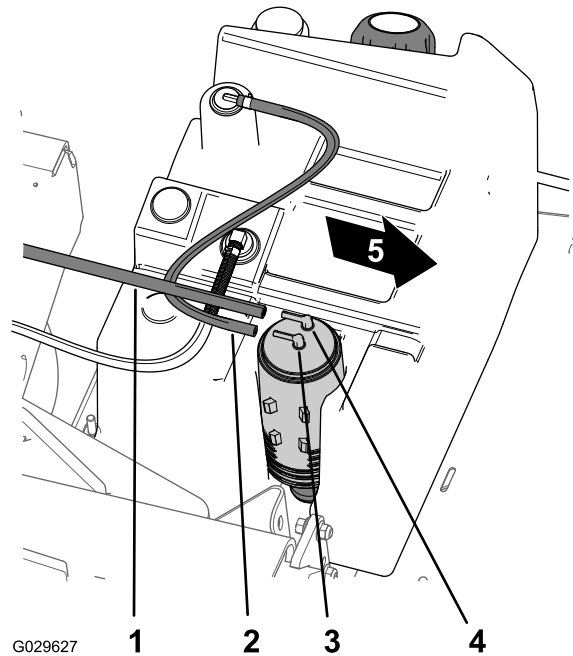

Bild 49
- Schließen Sie den Kraftstofftankschlauch vom Anschlussstück am Aktivkohlefilter ab, das mit „Fuel Tank“ markiert ist (Bild 49).
- Schließen Sie den Saugschlauch vom Anschlussstück am Aktivkohlefilter ab, das mit „Purge“ markiert ist (Bild 49).
8. Befestigen Sie den Saugschlauch am Anschlussstück am Aktivkohlefilter, das mit „Purge“ markiert ist, und den Kraftstofftankschlauch am Anschlussstück, das mit „Fuel Tank“ markiert ist (Bild 49).